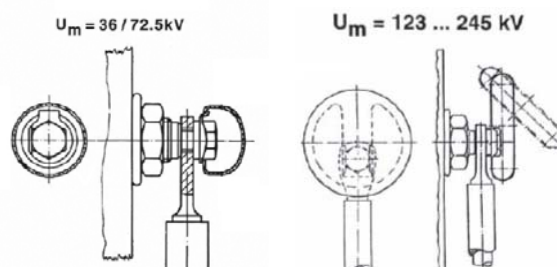

图 23
- 分接选择器连接导线和切换开关油室引出触头的连接是用 M10 六角螺栓，17 号扳手，带上屏蔽帽，扭紧力矩 50Nm(图 23)。
(6)拆下切换开关油室上连接导线的 M10 螺母、屏蔽罩等零件，将分接选择器导线紧固在切换开关对应的引出触头上，并盖上屏蔽罩。(图 23)